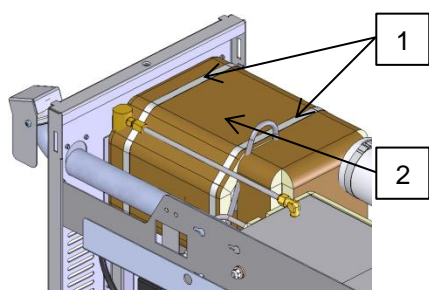

Fig. 1 : Retrait de l'isolation du kit 250T3
4. Retirer les bandes de fixation (marquage 1 → Fig. 1) et l'isolation (marquage 2 → Fig. 1).